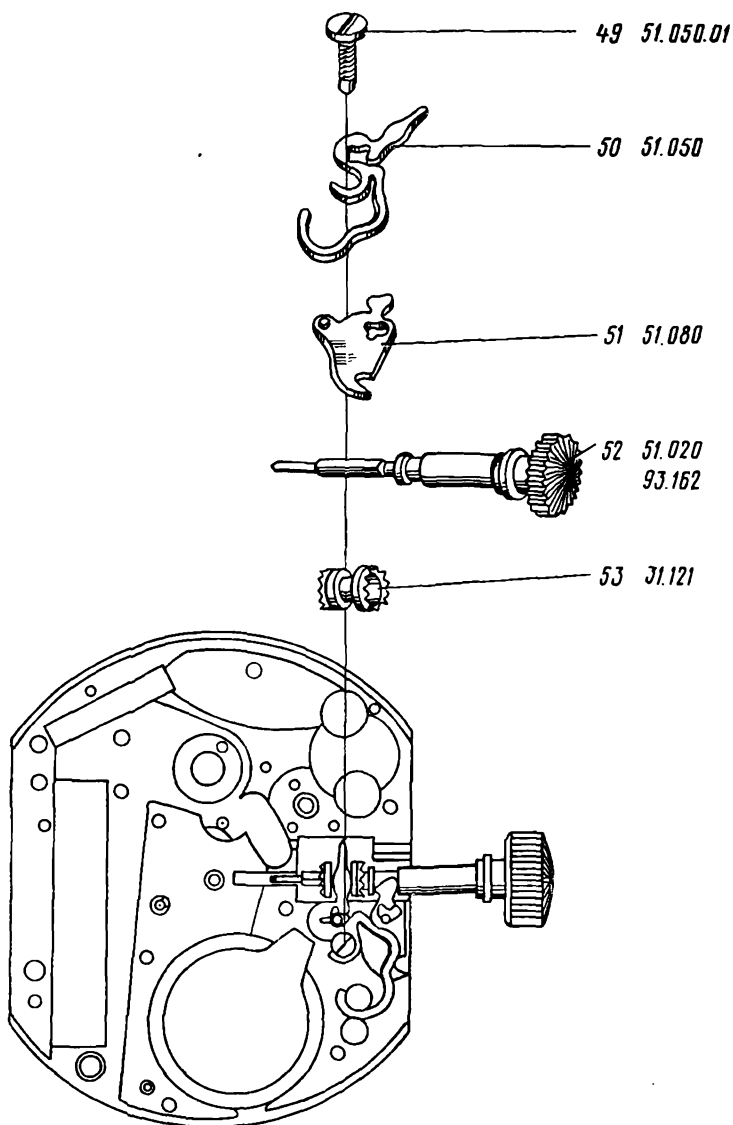

Рис. 127
53. Снять винт 49 рычага муфты кулачковой (рис. 127)